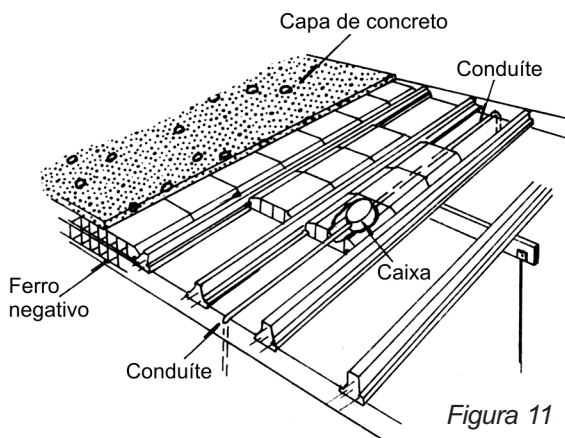

Figura 11
- Os conduítes e caixas de eletricidade devem estar fixados nas suas posições definitivas antes da concretagem (*Figura 11*).